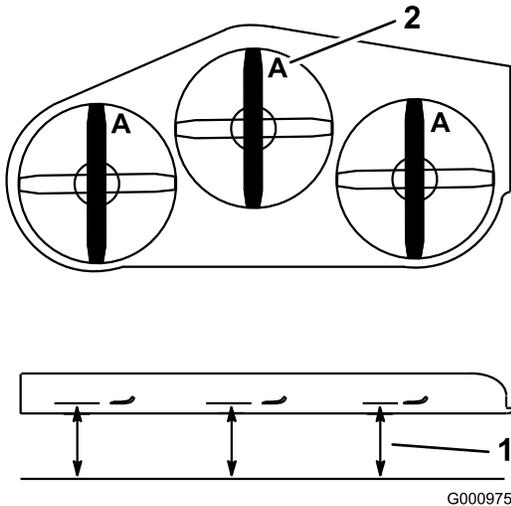
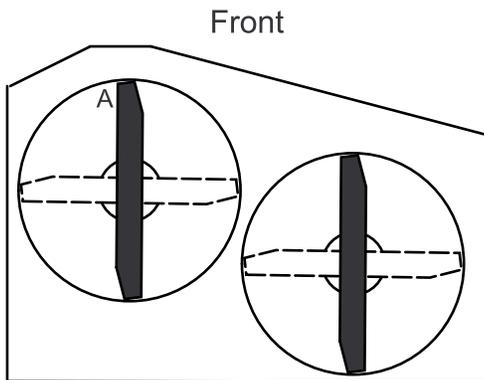

Figura 70
Figura 71
- Con la máquina ubicada en una superficie nivelada, coloque una cuchilla en posición longitudinal. Mida en la posición **A** desde una superficie nivelada hasta el filo de corte de los extremos de la cuchilla (Figura 70). Para carcasas de corte de 36 pulgadas, consulte la Figura 71.